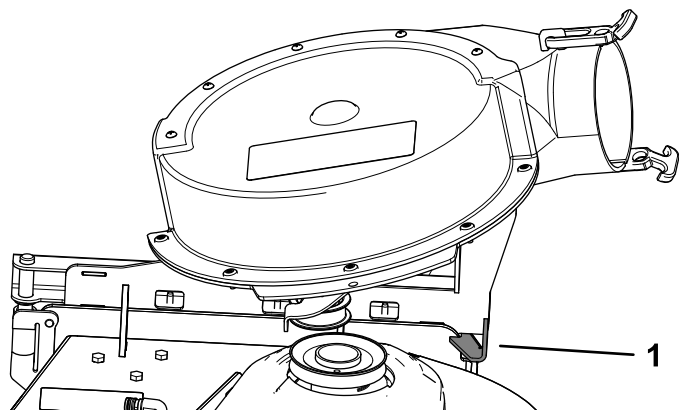

Figura 14
**Nota:** El soplador debe bloquearse automáticamente, como se muestra en la Figura 14.